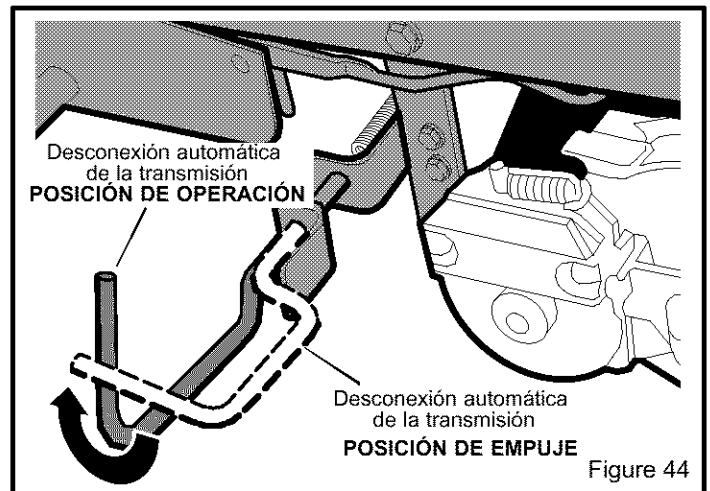

Figure 44
Para poder empujarla, la unidad fue enviada de fábrica con la barra de **desconexión automática de la transmisión** en la POSICIÓN DE EMPUJE. Antes de hacer funcionar la unidad es necesario colocar la barra de **desconexión automática de la transmisión** en la POSICIÓN DE OPERACIÓN. (Figure 44)
4. Para poder empujar la unidad, mueva y coloque la **desconexión automática de la transmisión** en la posición de EMPUJE (Figure 44). La transmisión está ahora *desactivada* y se puede empujar la unidad.